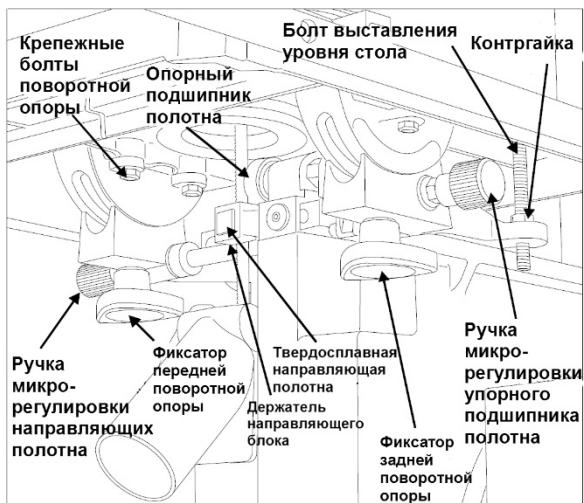

Рисунок 12. Узел нижней направляющей. Вид сзади.
11. Когда все зафиксировано, посмотрите на указатель угловой шкалы. Он должен быть точно на нуле. (Рис. 12). Если нет, ослабьте винт указателя, установите указатель на ноль и затяните винт, крепко удерживая указатель в положении ноль.
3. Если расстояние от обоих концов паза не идентично, ослабьте шесть болтов, прикрепляющих стол к угловым опорам. (см. Рис. 12 и 13)
17. При помощи ручки микрорегулировки, подвиньте узел нижних направляющих (См. рис. 12) вперед, пока опорный подшипник не прикоснется к задней кромке полотна пилы.